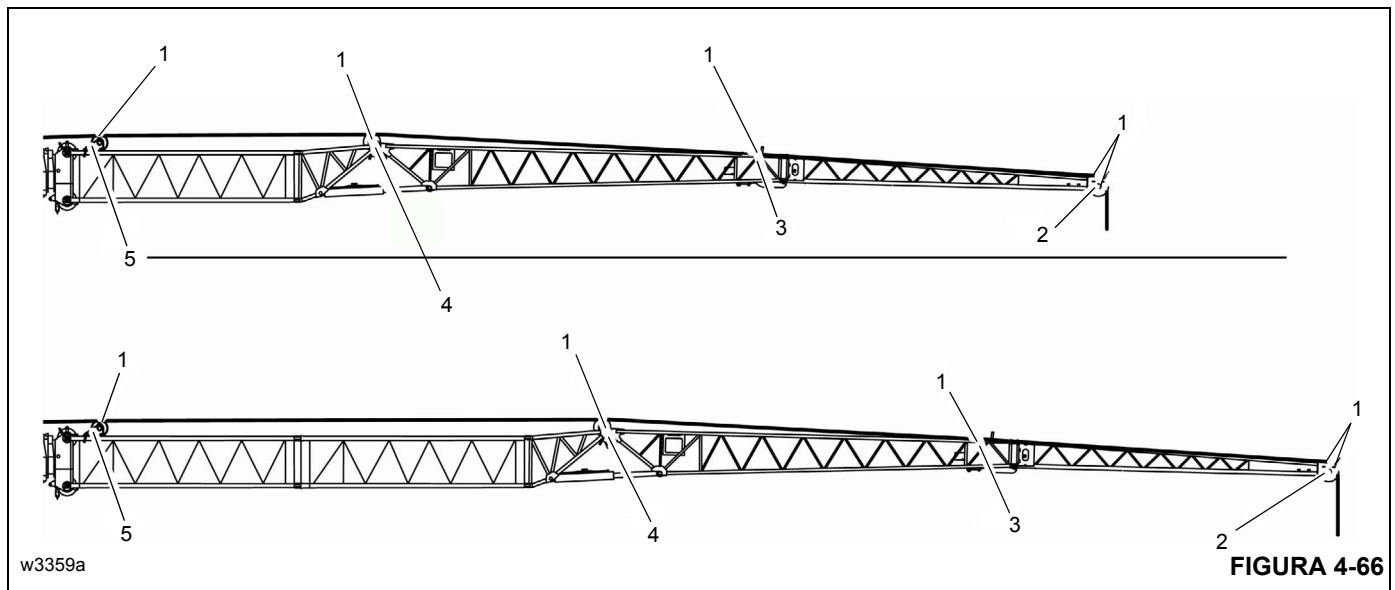

FIGURA 4-66
- Retire las varillas y los rodillos sujetadores de cable de elevación (1) (Figura 4-66).
- Guíe el cable de elevación por las poleas deflectoras (3) y por la polea de cabeza (2) en la sección de 10.1 m (33 pies) o en la sección de 7 m (23 pies). Vuelva a colocar en su lugar todas las varillas y rodillos que sostienen el cable de elevación y fíjelos con pasadores de retención.
- Saque el cable de elevación de la polea de cabeza (2) y de las poleas deflectoras (3), y colóquelo sobre el suelo, en el lado izquierdo.